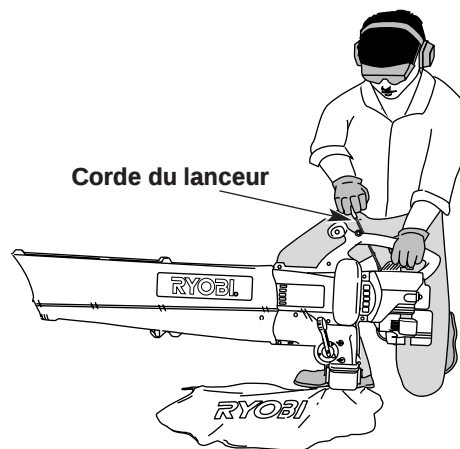

Fig. 12
6. Tirez énergiquement sur la corde du lanceur (Fig. 12). Répétez ce mouvement jusqu'à ce que le moteur fasse un bruit de démarrage (en général après 2 à 5 tentatives).
8. Tirez énergiquement sur la corde du lanceur 1 à 3 fois pour démarrer le moteur (Fig. 12).